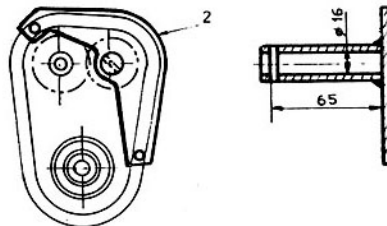

Fig. E8
- tenir l'axe du pignon à l'aide de l'outillage n° 2 et dévisser l'écrou autoserrant de cet axe. (Fig. E8).